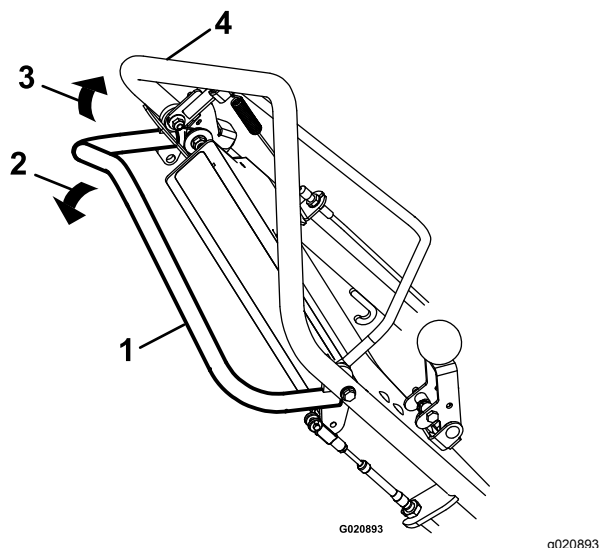

Figura 12
- Per muovervi avanti, premete la barra di comando della trazione automatica contro la stegola (Figura 12).